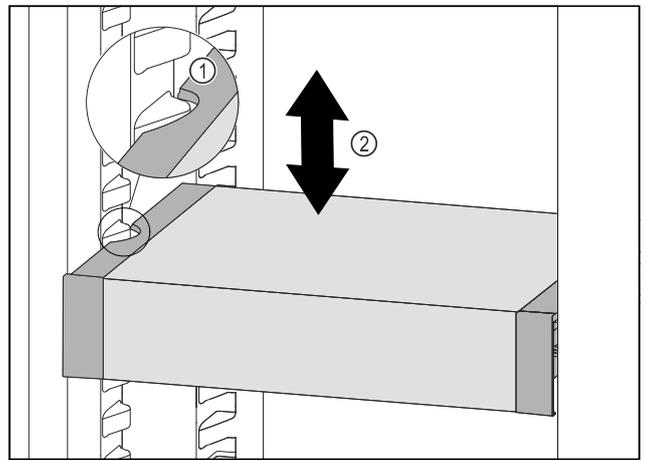

Fig. 118
- ▶ Tire del VarioSafe hacia delante hasta que los huecos laterales del VarioSafe se encuentren a la altura de la nervadura del recipiente en el compartimiento del frigorífico. Fig. 118 (1)
- ▶ Mueva el VarioSafe hacia arriba o hacia abajo en el compartimiento del frigorífico hasta alcanzar la altura deseada. Fig. 118 (2)